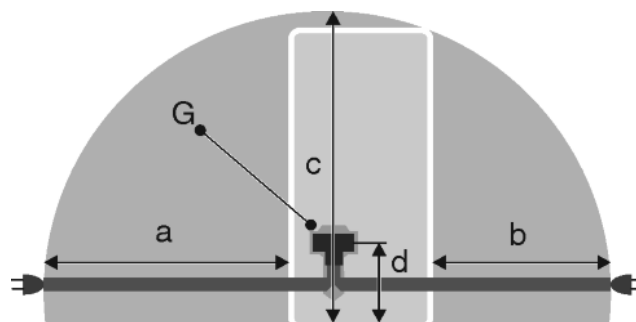

Fig. 21
- Priza se află în afara zonei părții posterioare a aparatului în zona dată Fig. 21 (a, b, c).
- ▶ Cuplați fișa aparatului Fig. 21 (G) pe partea posterioară a aparatului. Acordați atenție fixării corecte în poziție.